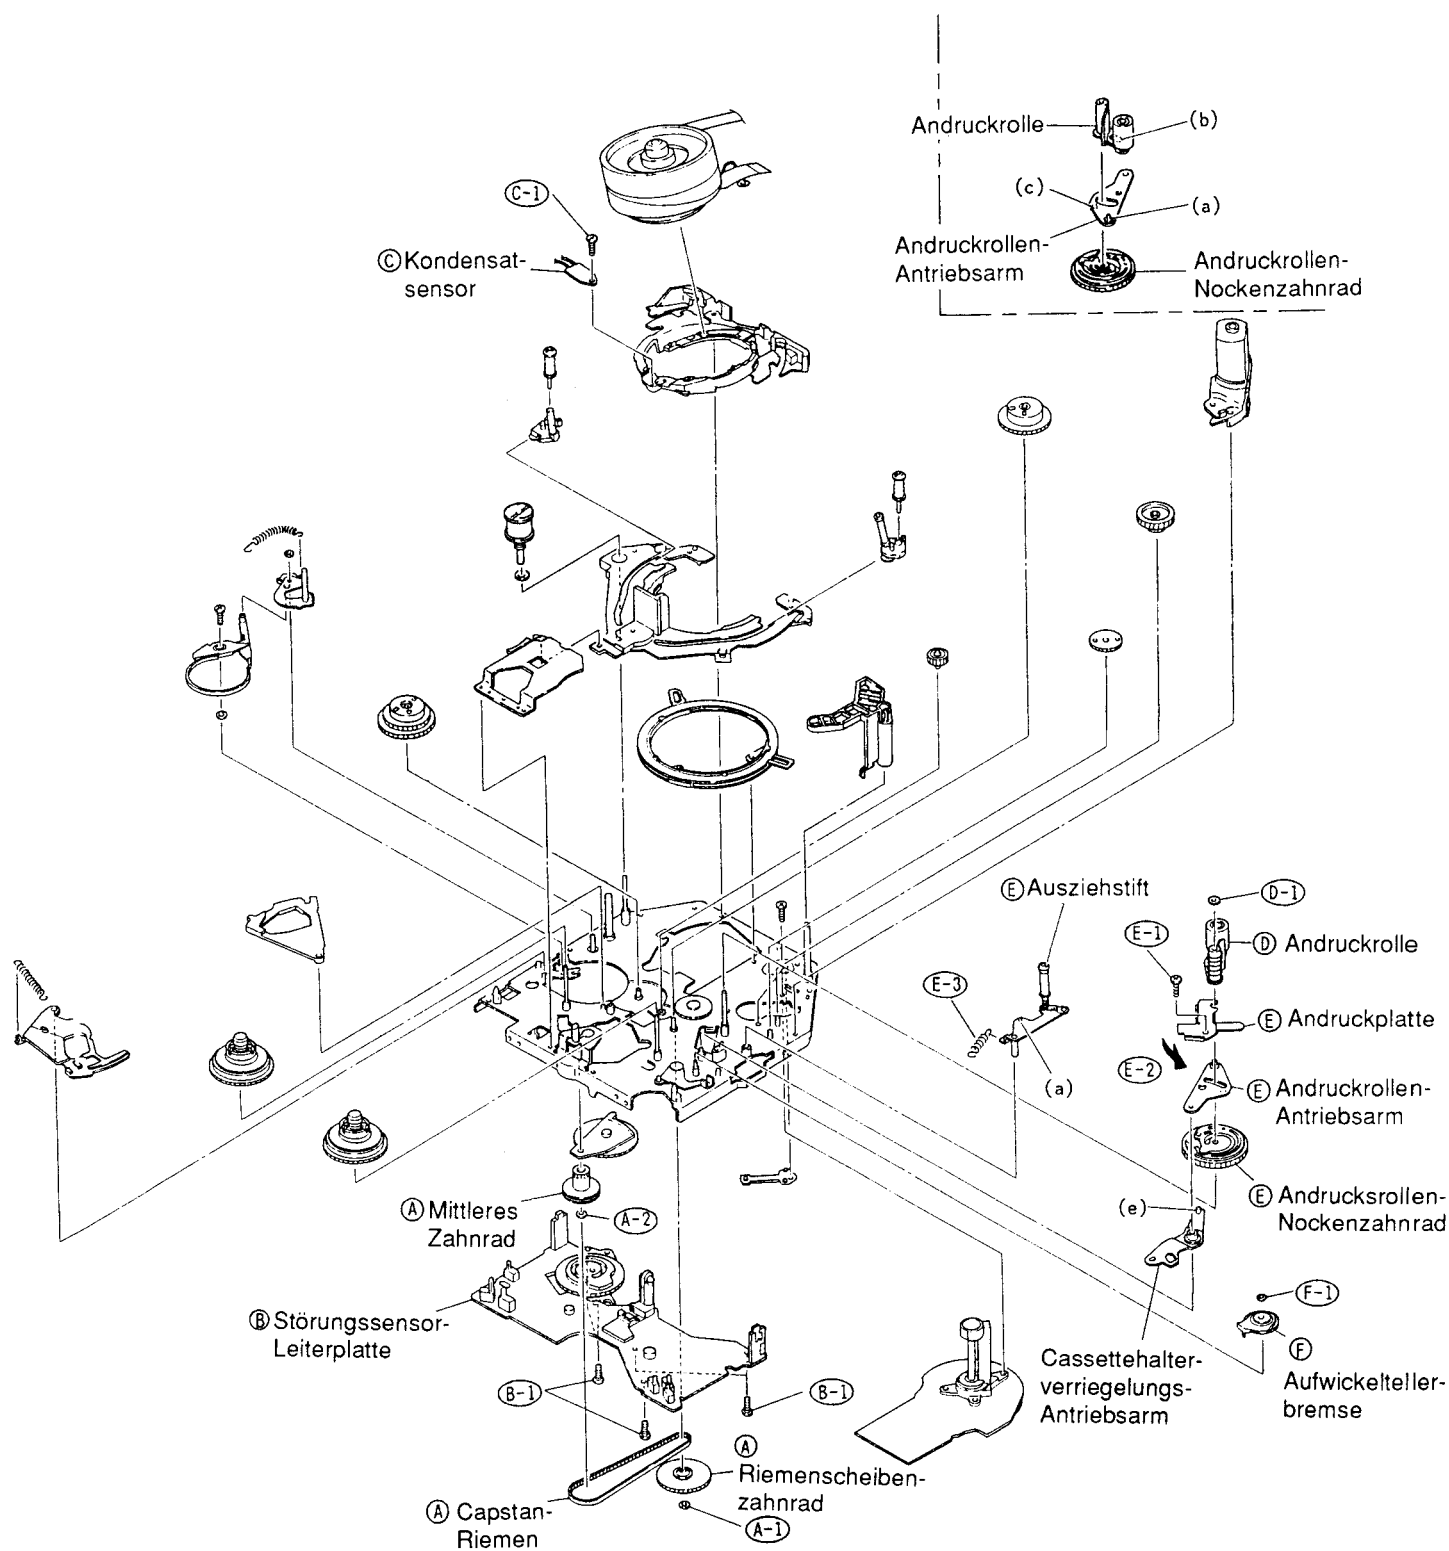

Abb. 4-4
A. Riemenscheibenzahnrad, mittleres Zahnrad und Capstan-Riemen (Abb. 4-4)
• Lademotor und Ladezahnräder (1) und (2)	4-2
- 1) Eine (1) Unterlegescheibe entfernen.
- 2) Eine (1) Unterlegescheibe entfernen.
B. Störungssensor-Leiterplatte (Abb. 4-4)
C. Kondensatsensor (Abb. 4-4)
- 1) Eine (1) Schraube entfernen.
D. Andruckrolle (Abb. 4-4)
- 1) Eine (1) Schraube entfernen (siehe Abb. 4-4).
F. Aufwickeltellerbremse (Abb. 4-4)